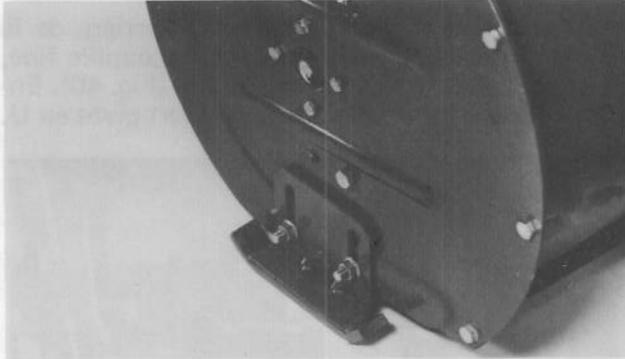

Figure 36
1. Disposez la déneigeuse sur une surface plane et de niveau. Desserrez ensuite les quatre écrous à collerette (Fig. 36) fixant les deux patins aux plaques latérales du logement de tarière. Les patins doivent pouvoir coulisser vers le haut et vers le bas.
4. Si vous utilisez la déneigeuse sur une surface de gravier ou de pierre concassée, desserrez les quatre écrous à collerette (Fig. 36) retenant les patins aux plaques latérales du logement de tarière. Descendez ensuite les patins pour que la tarière soit aussi loin que possible de la surface plane et de niveau, puis resserrez les écrous à collerette.